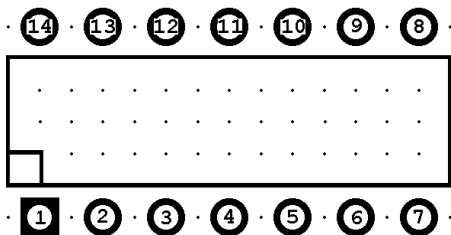
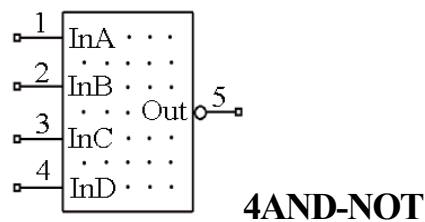
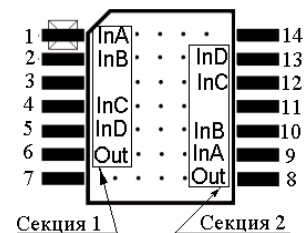

Рис.10
Рис. 11 (Сетка = 2,5 мм)
Рис. 12
Микросхема 133ЛА6 (рис.10) содержит 2 символа 4AND-NOT «4И-НЕ» (рис.11). Нумерация выводов символа указывает порядок их формирования при создании символа в среде редактора Symbol Editor. В корпусе ИМС 133ЛА6 символ 4AND-NOT занимает секции 1 и 2. Распайка выводов секций на ножки ИМС показана на рис. 12.
5. Аналогично построить выходы InC, InD и Out и щелкнуть LB на Finish – рис. 11.
- изменить графику корпуса ИМС около первого контакта согласно рис.12;